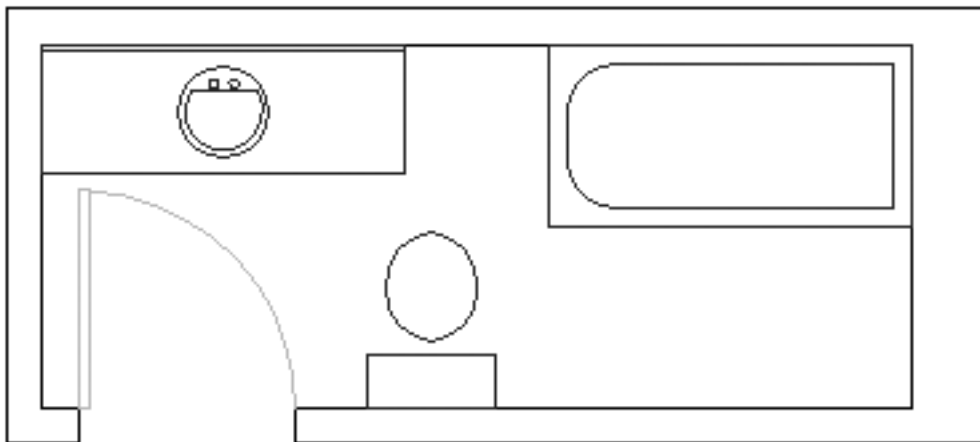

Рис. 6.2. План ванной комнаты
1. Откройте файл с именем ab9-b.dwg (рис. 6.2.).
Specify base point or displacement (Задайте базовую точку или сдвиг): укажите т.1, рис. 6.2;